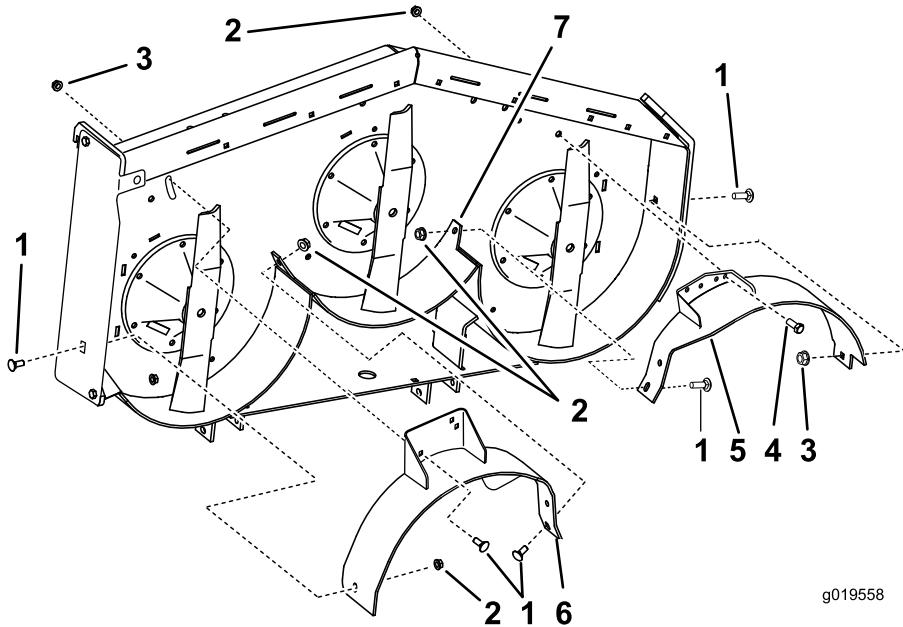

Figure 8
Remarque: Fixez légèrement les déflecteurs pour les aligner sur tous les trous correspondants dans le tablier de coupe (Figure 8).
2. Fixez légèrement le déflecteur droit sur la plaque d'éjection avec 1 boulon de carrosserie ($\frac{3}{8} \times 1$ po) et 1 écrou à petite embase ($\frac{3}{8}$ po), comme montré à la Figure 8.
3. Fixez légèrement le déflecteur droit au sommet du tablier de coupe avec 1 boulon de carrosserie ($\frac{3}{8} \times 1$ po) et 1 écrou à grande embase ($\frac{3}{8}$ po), comme montré à la Figure 8.
4. Fixez légèrement le déflecteur droit au tablier de coupe avec 1 boulon de carrosserie ($\frac{3}{8} \times 1$ po) et 1 écrou à petite embase ($\frac{3}{8}$ po), comme montré à la Figure 8.
6. Fixez légèrement le déflecteur gauche au sommet du tablier de coupe avec 1 boulon ($\frac{3}{8} \times 1$ po) et 1 écrou à petite embase ($\frac{3}{8}$ po), comme montré à la Figure 8.
7. Fixez légèrement le déflecteur gauche au tablier de coupe avec 1 boulon de carrosserie ($\frac{3}{8} \times 1$ po) et 1 écrou à petite embase ($\frac{3}{8}$ po), comme montré à la Figure 8.
8. Fixez légèrement le déflecteur gauche sur le côté du tablier de coupe avec 1 boulon de carrosserie ($\frac{3}{8} \times 1$ po) et 1 écrou à grande embase ($\frac{3}{8}$ po), comme montré à la Figure 8.